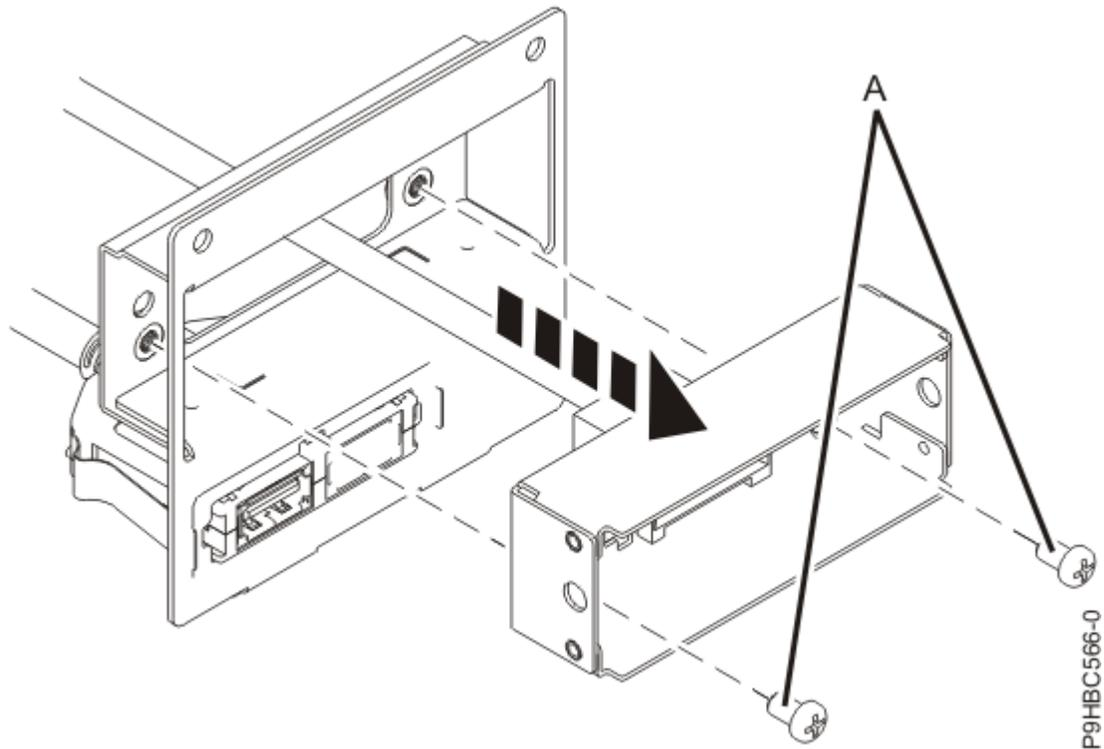

Figura 116. Remova o cabo do ecrã do painel de controlo da caixa para um sistema montado em bastidor
10. Para o sistema montado em bastidor, remova o cabo do ecrã do painel de controlo da caixa ao utilizar os dois parafusos **(A)** conforme apresentado na Figura 116 na página 123.